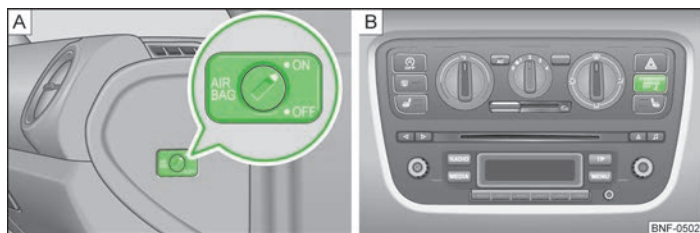

Fig. 86 Conmutador de llave/Testigo de control
- El airbag desactivado se indicará encendiéndose el testigo **PASSENGER AIR BAG OFF**  en la parte central del cuadro de instrumentos » fig. 86 de la página 88 - B.
- Girar con la llave del vehículo la ranura del conmutador de llave a la posición **OFF** » fig. 86 - [A].
- Comprobar si, estando conectado el encendido, el testigo de control **PASSENGER AIR BAG OFF** se enciende en la parte central del cuadro de instrumentos » fig. 86 - [B].
- Girar con la llave del vehículo la ranura del conmutador de llave a la posición **ON** » fig. 86 - [A].
- Comprobar si, estando conectado el encendido, el testigo de control **PASSENGER AIR BAG OFF** no se enciende en la parte central del cuadro de instrumentos » fig. 86 - [B].